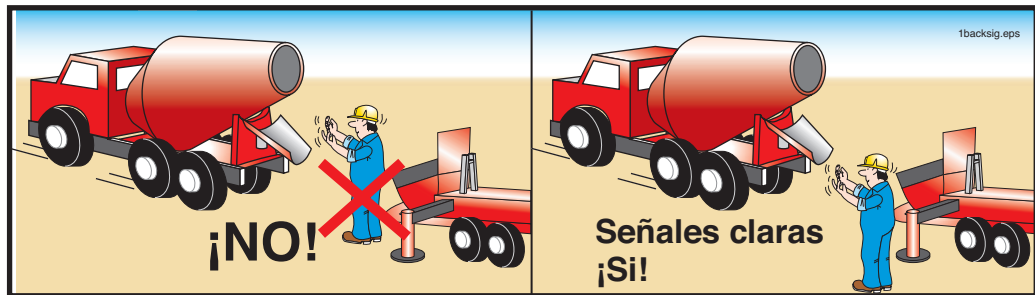

Figura 39
- 8.6 **⚠️ ADVERTENCIA** ¡Peligro de ser aplastado! ¡Nunca, pero absolutamente nunca, se interponga entre el camión del concreto y la bomba! Apártese a un costado, para que el chofer del camión pueda tenerlo a su vista en todo momento (Figura 39).
- 8.7 **⚠️ ADVERTENCIA** Cuando esté retrocediendo camiones de concreto premezclado, use señales de mano claras y concisas (Figura 39).